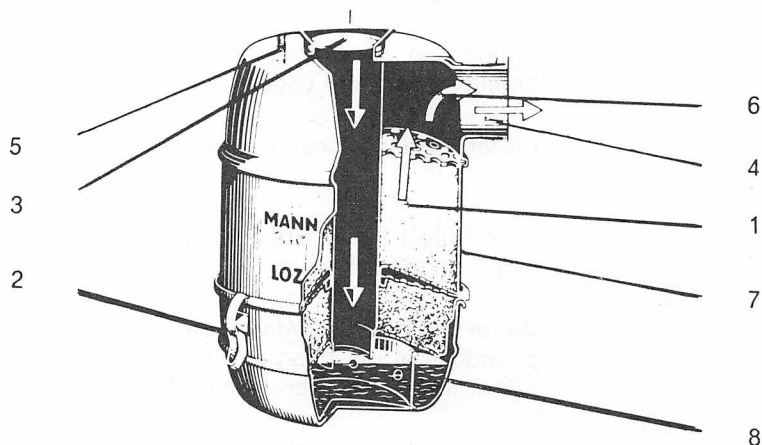

Fig. 3.1 Oliebadsluftfilter
3.1. Indsugningsluft og luftfilter – se fig. 3.1